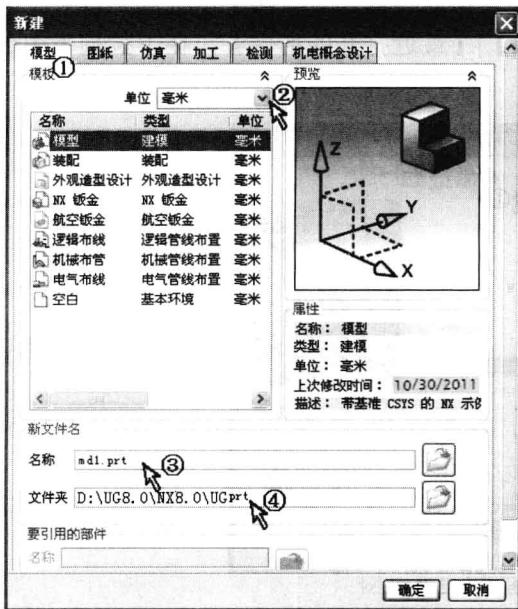

图 1-14 “新建”对话框
新建部件文件的方法有两种：一种是选择菜单【文件】|【新建】，弹出“新建”对话框，如图 1-14 所示；另一种方法是单击标准工具条上的“新建”按钮 \square ，弹出“新建”对话框。下面对“新建”对话框中各选项的输入或设置加以说明。
文件类型包括模型、图纸、仿真、加工等，如图 1-14①所示。建模时应选择“模型”，对应的部件文件格式为*.prt。
尺寸单位包括公制单位毫米和英制单位英寸两种，如图 1-14②所示。
在“名称”输入框内输入部件文件的名称，如图 1-14③所示。
在“文件夹”输入框内输入部件文件放置的目录名称，或单击输入框右侧的“浏览”按钮，通过文件目录浏览器选择部件文件存放的目录，如图 1-14④所示。